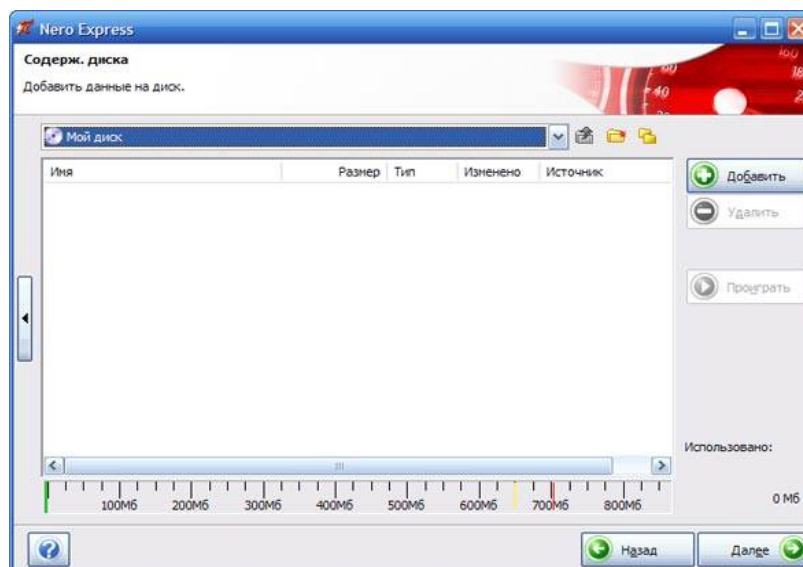

Рисунок 2
– облегченный режим, когда доступны только основные настройки и ничто не отвлекает от процесса записи (рисунок 2).